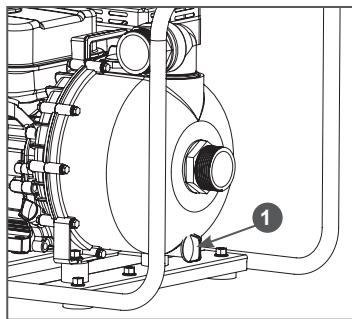

Рис. 14 Расположение пробки отверстия для слива жидкости из корпуса насоса
7. Открутите сливную пробку и слейте жидкость из корпуса насоса в отдельную емкость. Пробка 1 отверстия для слива воды из корпуса насоса находится в нижней части насоса под впускным (всасывающим) фланцем (Рис. 14).